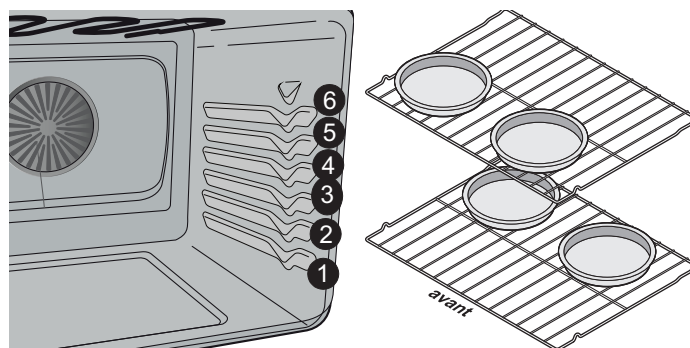

Figure 8: Positions recommandées des grilles et des moules
- Pour de meilleurs résultats lorsque vous faites cuire des gâteaux étagés à l'aide de deux grilles de four, placez les grilles aux positions 1 plat et 4 glisse et placez les moules comme indiqué à la Figure 8.